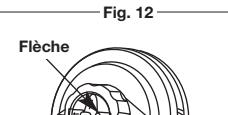

Fig. 14
1. Alignez les flèches sur le bouton de bosse avec les œillets de couverture de bobine, si elles ne sont pas déjà (Fig. 14).